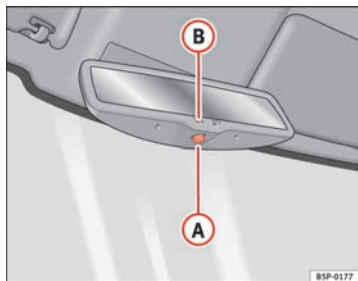

Abb. 85 Automatisch abblendbarer Innenspiegel
- Drücken Sie die Taste **A** ⇒ Abb. 85. Die Kontrollleuchte **B** erlischt.
- Drücken Sie die Taste **A** ⇒ Abb. 85. Die Kontrollleuchte leuchtet auf.